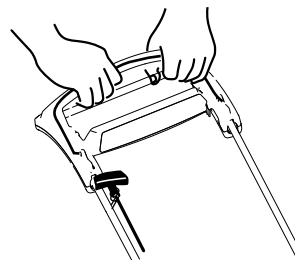

Figura 18
3. îneți bara de comandă pentru lamă lângă mâner (Figura 18).